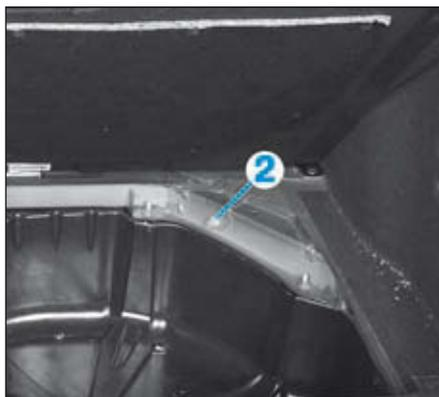

FIG.19
- Desserrer la vis (2) de l'amortisseur sur la caisse (Fig.19).